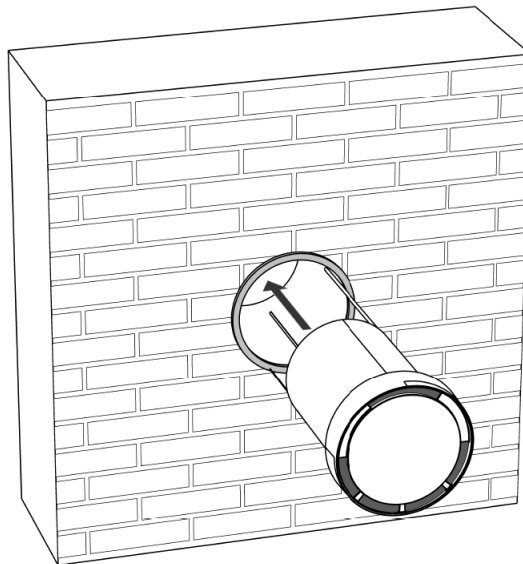

Abbildung 15 - Anbringen der Außenkappe
1. Die Außenkappe von außen in die Wand schieben, siehe Abbildung 15.